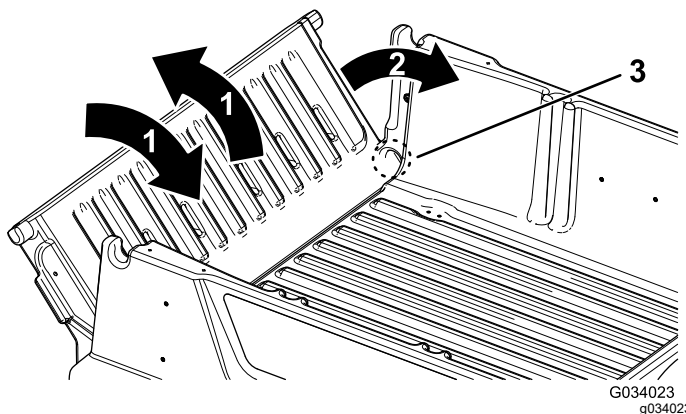

Figura 22
2. Rotiți oblonul spate într-o poziție de aproximativ 45° (Figura 22).
3. Efectuați o micare scurtă, de scuturare, pentru a roti oblonul spate înainte și înapoi de câteva ori (Figura 22).